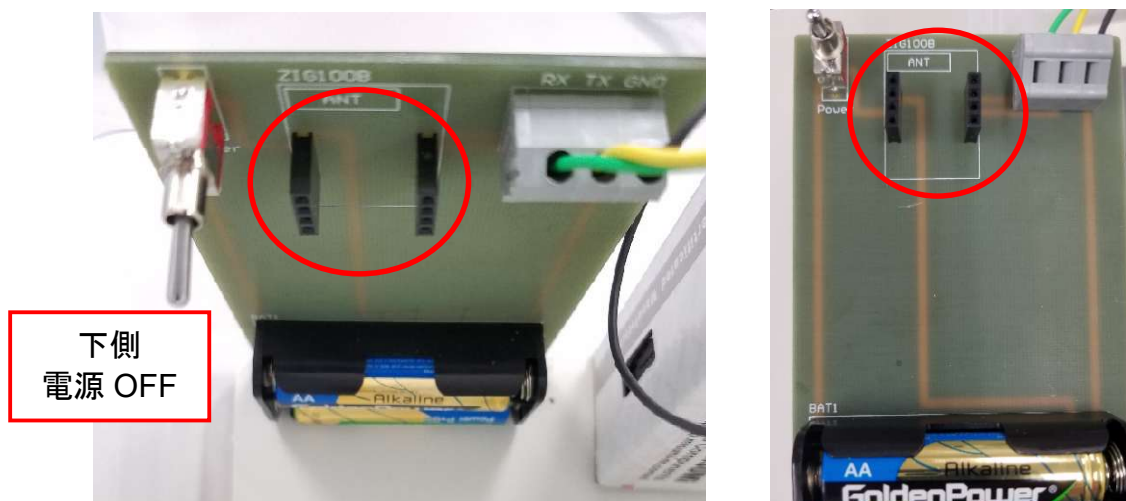

図 A2.5 無線通信モジュールコネクタ
- (2) 図 A2.5 に示すように、無線モジュール基板の電源がオフ（トグルスイッチが下側）になっていることを確認してください。確認後、無線モジュール基板に、無線通信モジュール ZIG-100B を取り付けてください。